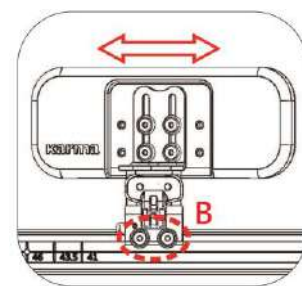

Figura 5-133
- Use una llave Allen número 4 para aflojar los tornillos B. el soporte de cadera puede moverse adelante/atrás. (Figura 5-133).